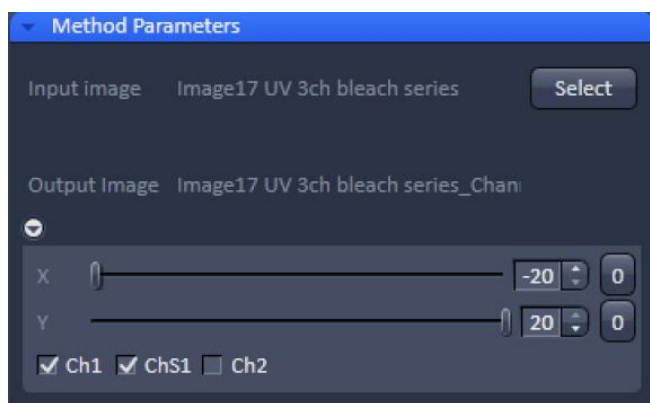

Fig 94 Channel Shift 图像选择及参数设置界面
- 在图像选择界面中点击Select按钮，导入当前图像窗口中打开的图像，其文件名自动出现在Input image右侧 (Fig. 94)。